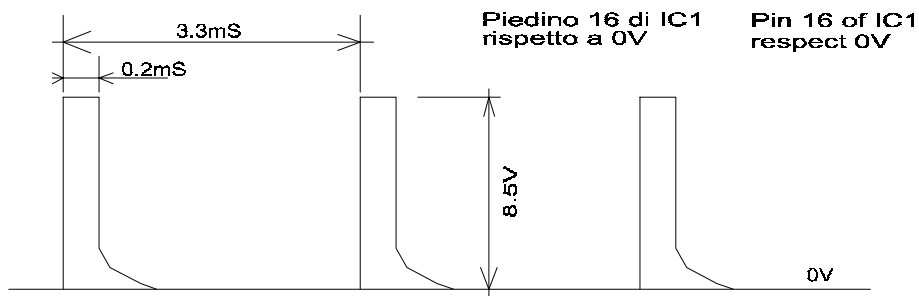

Figura 7.2 - Impulsi di sincronizzazione
- piedino 16 di IC1 rispetto a 0V - forma d'onda di figura 7.2